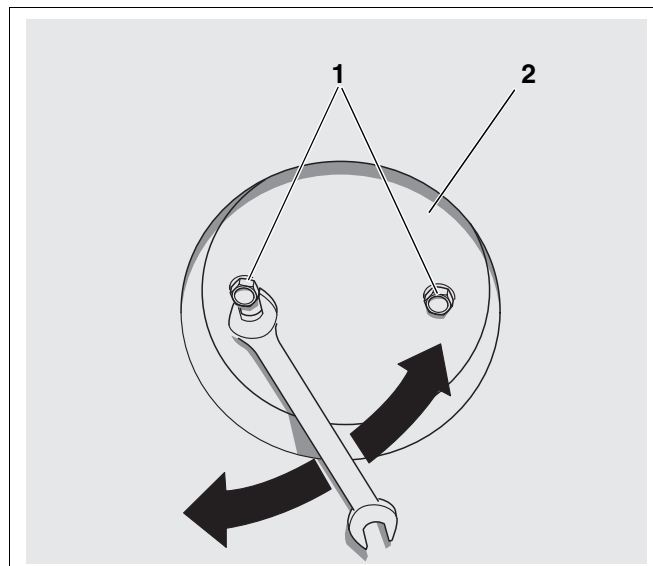

Abb. 18 Abgasanschluss Rückseite – innere Abdeckplatte
- Schrauben der inneren Abdeckplatte lösen (Abb. 18, **Pos. 1**).
- Innere Abdeckplatte entfernen (Abb. 18, **Pos. 2**).